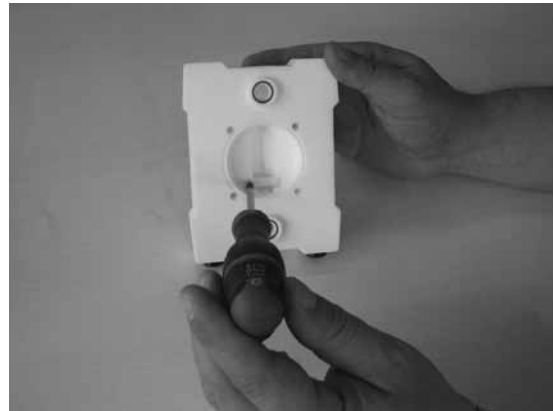

Abbildung 7
Drehen Sie die Zuganker (23) auf einer Seite mit einem Steckschlüssel heraus. Entfernen Sie die Unterlegscheiben und die Federscheiben und anschließend das Seitengehäuse (02-03). Achten Sie darauf, die mit der Membran in Kontakt stehenden Dichtflächen nicht zu beschädigen. Entfernen Sie die Zuganker vom anderen Seitengehäuse und nehmen Sie es ab. Schrauben Sie die Anschlagsschrauben des Ventils heraus und entfernen Sie den Ventilanschlag (15) (siehe Abbildung 7)
Drücken Sie die Ventilanschlüge (15) in die Sitze und verriegeln Sie sie mit den Ventil-Anschlagschrauben (siehe Abbildung 7). Drücken Sie die Zuganker (23) durch eins der Seitengehäuse.